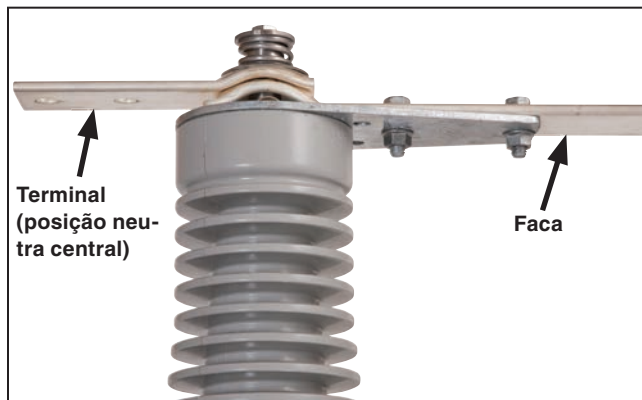

Figura 30. Coloque o terminal articulado na posição neutra central.
- Coloque o terminal articulado na posição neutra central. Ver Figura 30.